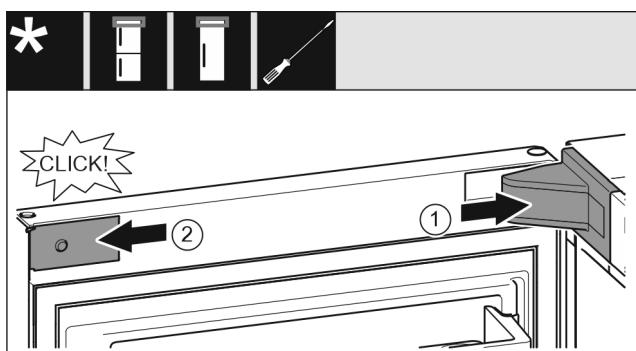

Fig. 27
- Поставете и фиксирайте капака на лагерната стойка Fig. 27 (1), при нужда внимателно го натиснете настрани.
- Поставете странично капачката Fig. 27 (2) и я фиксирайте.